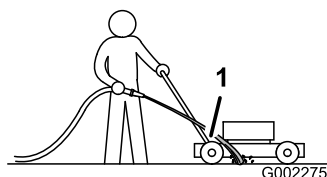

Figura 36
3. Sujete la manguera a la altura del manillar y dirija el agua para que fluya sobre el suelo justo por delante de la rueda trasera **derecha** (Figura 36).